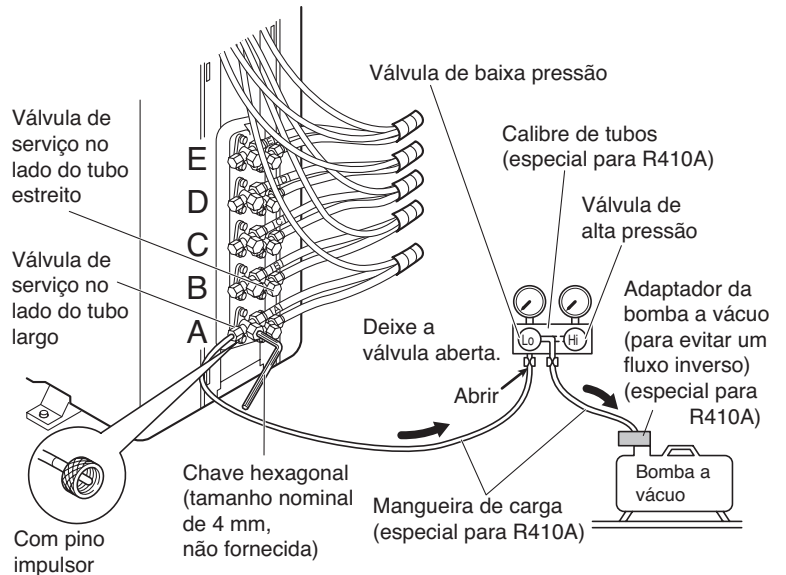

Fig. 20
- (1) Certifique-se de que cada tubo (ambos tubos estreito e largo) entre as unidades interiores e exteriores estejam conectados apropriadamente e que toda a fiação elétrica para o funcionamento de prova tenha sido instalada. Repare que as válvulas de serviço de ambos tubos estreito e largo na unidade exterior devem ser mantidas fechadas nesta etapa.
- (2) Utilizando uma chave ajustável ou chave de boca, retire as tampas das válvulas de serviço de ambos tubos estreito e largo.
- (3) Conecte uma bomba a vácuo e uma válvula de tubos (com manômetros) ao orifício de serviço na válvula de serviço do tubo largo. (Fig. 20)